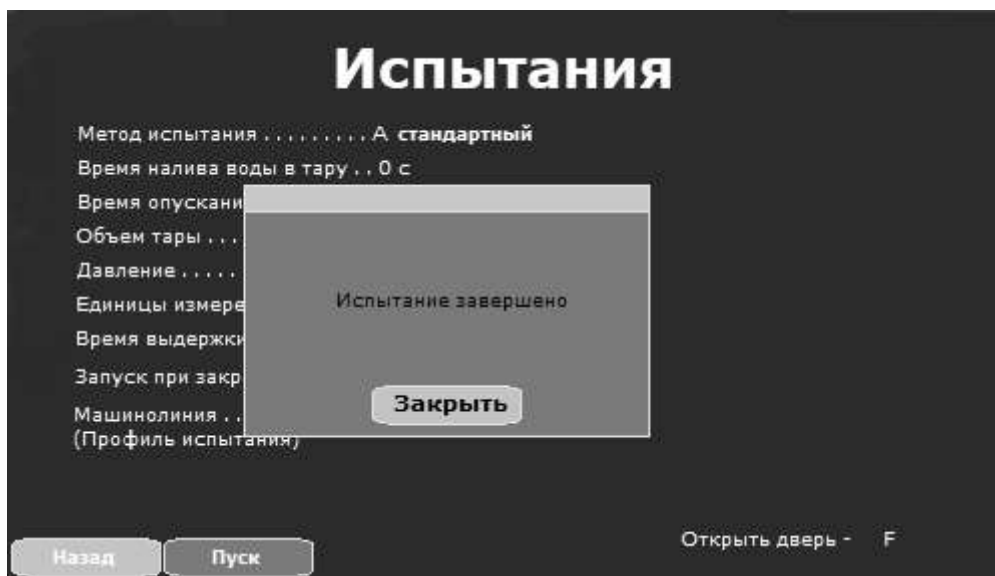

Рисунок 7 - Результат испытаний (пример)
Если испытание заканчивается с положительным результатом, то на экране дисплея появляется изображение положительного результата испытаний (рис.7). Если в процессе испытаний происходит разрушение образца, то на экране дисплея появляется информация с отрицательным результатом испытаний и соответствующим параметрами давления (P) и времени (t), при которых образец был разрушен.